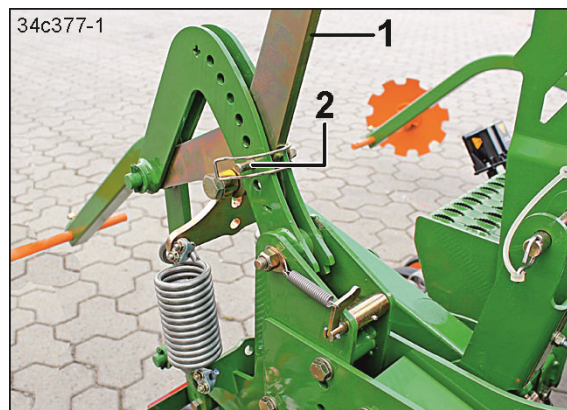

Fig. 186
2. Tirer brièvement le levier (Fig. 186/1) et retirer la goupille de sécurité pour tube (Fig. 186/2).